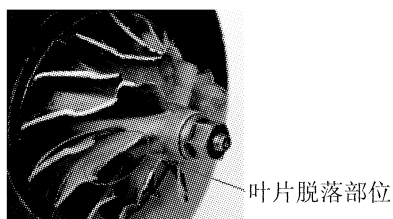

图 5 某叶片脱落的压气机叶轮
(2) 叶轮超速产生的离心应力增大、倍频比降低, 导致叶片疲劳断裂, 见图 5;
(3) 外加激振频率和叶片的固有频率相等引起共振, 导致叶片疲劳断裂。